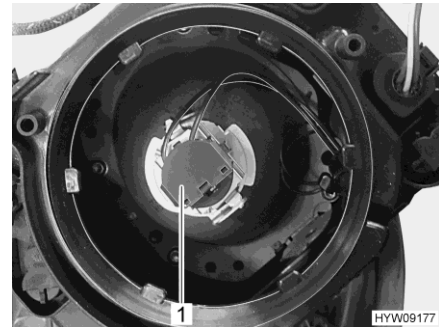

Fig. 236 Lampada ad incandescenza (faro anabbagliante/abbagliante)
- Ruotare il supporto (Fig. 236,1) e la lampada in senso antiorario e rimuoverli dall'involucro.
- Inserire il supporto (Fig. 236,1) e la lampada ad incandescenza nell'involucro e ruotare in senso orario fino a bloccarli. Il supporto scatta in posizione.